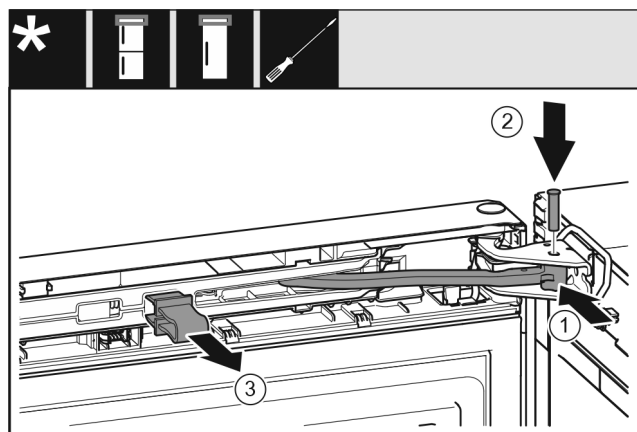

Fig. 61
- ▶ Ruotare il giunto Fig. 61 (1) nel blocco di supporto.
- ▶ Inserire il perno Fig. 61 (2) nel blocco di supporto e nel giunto. Assicurarsi che la camma di arresto sia posizionata correttamente nella scanalatura.
- ▶ Rimuovere il fusibile Fig. 61 (3).